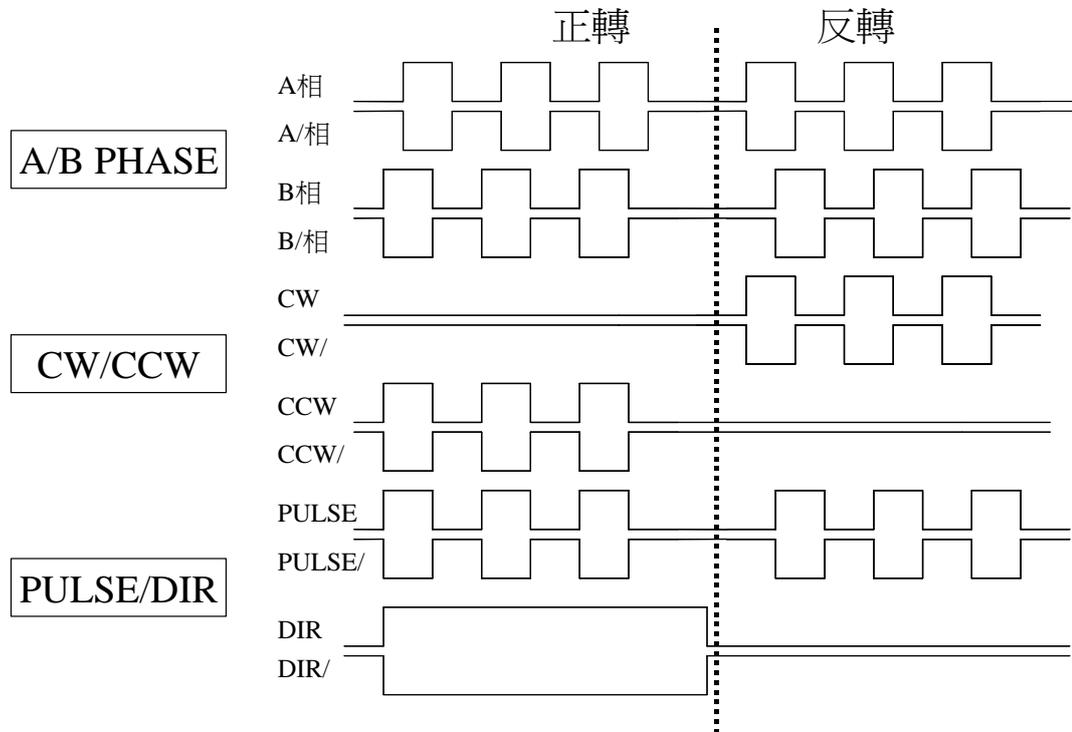

Fig.1-7
註 5：最終以 DIFFERENTIAL 訊號方式自 EPCIO-6000/6005 傳送之 PULSE FORMAT 如下圖 Fig.1-7。
- 參考 Fig.1-5，Fig.1-7